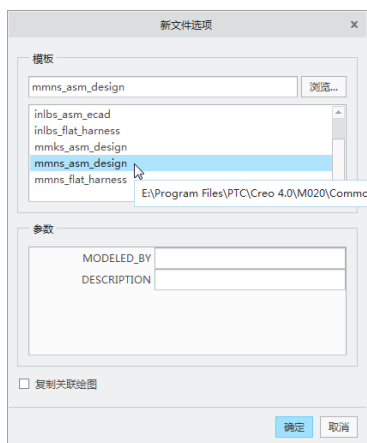

图 7-3 选择公制模板
- 04** 弹出“新文件选项”对话框，选择“mmns_asm_design”模板（公制模板），如图 7-3 所示。